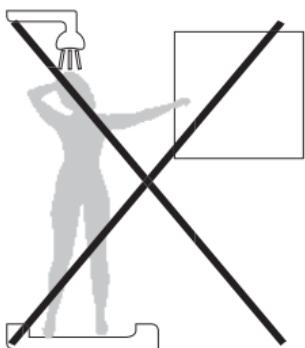

Рисунок 7
**Внимание!** Полотенцесушитель должен быть установлен так, чтобы он и его составные части (выключатель, провод питания), а также мокре полотенце, были недоступны лицам, находящимся в ванне или под душем (Рисунок 7).